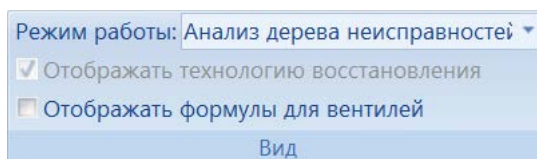

Рис. 10-337 – Панель «Вид» окна «Дерево отказов»
- методы восстановления исправности (виды ТО) (1, 6 на рис. 10-337);
- описание технологии восстановления (ТК) (2).